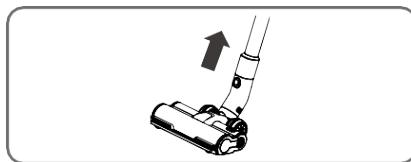

Abbildung 4
- Wenn Sie die Bürste entfernen möchten, halten Sie sie mit einer Hand und drücken Sie mit der anderen Hand gleichzeitig den Knopf. Ziehen Sie die dann die Bürste heraus. (Abbildung 4)